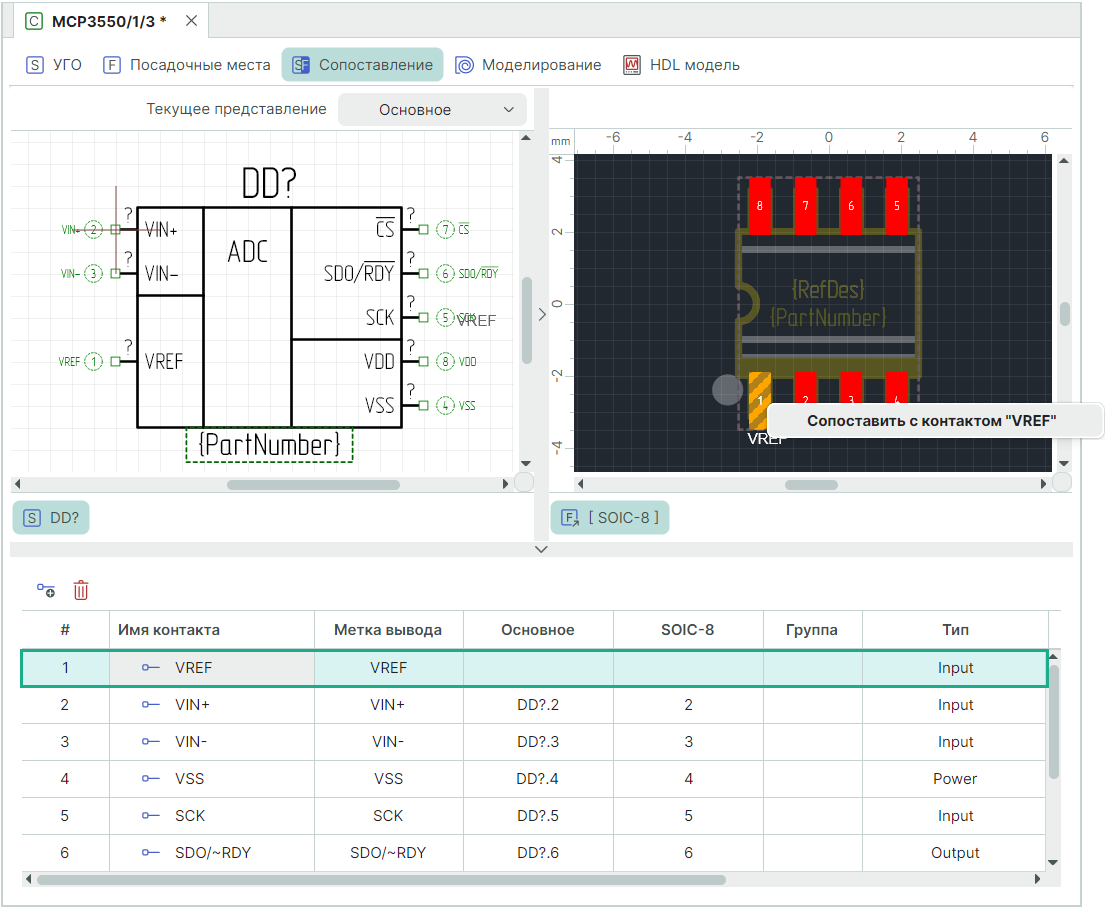

Рис. 278 Этапы сопоставления
2. Наведите курсор на вывод УГО или на контактную площадку посадочного места, нажмите правую кнопку мыши, сопоставьте с выбранным контактом, см. Рис. 278.